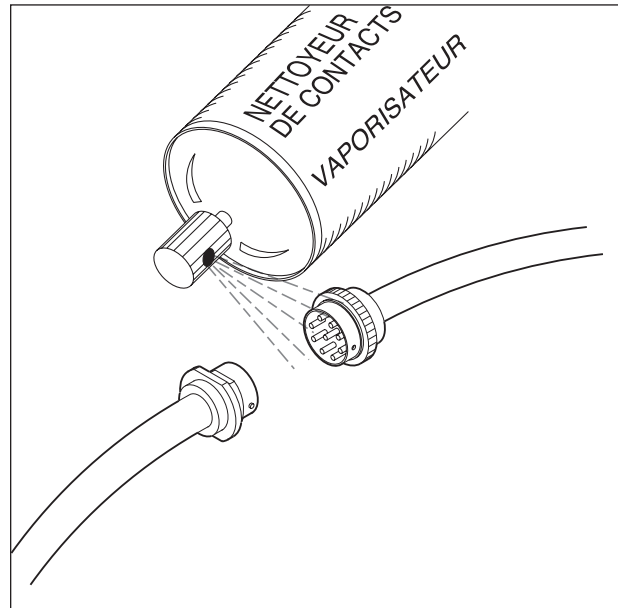

Figure 185 Nettoyer le branchement
**NOTE :** Nettoyer le branchement des fils de contrôle en début de saison afin d'enlever la saleté et l'oxydation. Utiliser un vaporisateur nettoyeur de contacts tel que montré à la figure 185. Répéter durant la saison si nécessaire.